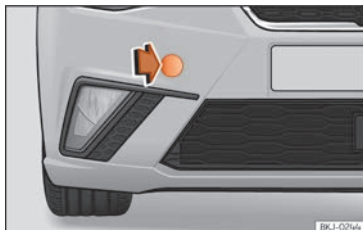

Fig. 99 Paraurti anteriore destro: estrarre il coperchio.
- Rimuovere la copertura anteriore premendo sulla zona sinistra della stessa »» **fig. 99**.